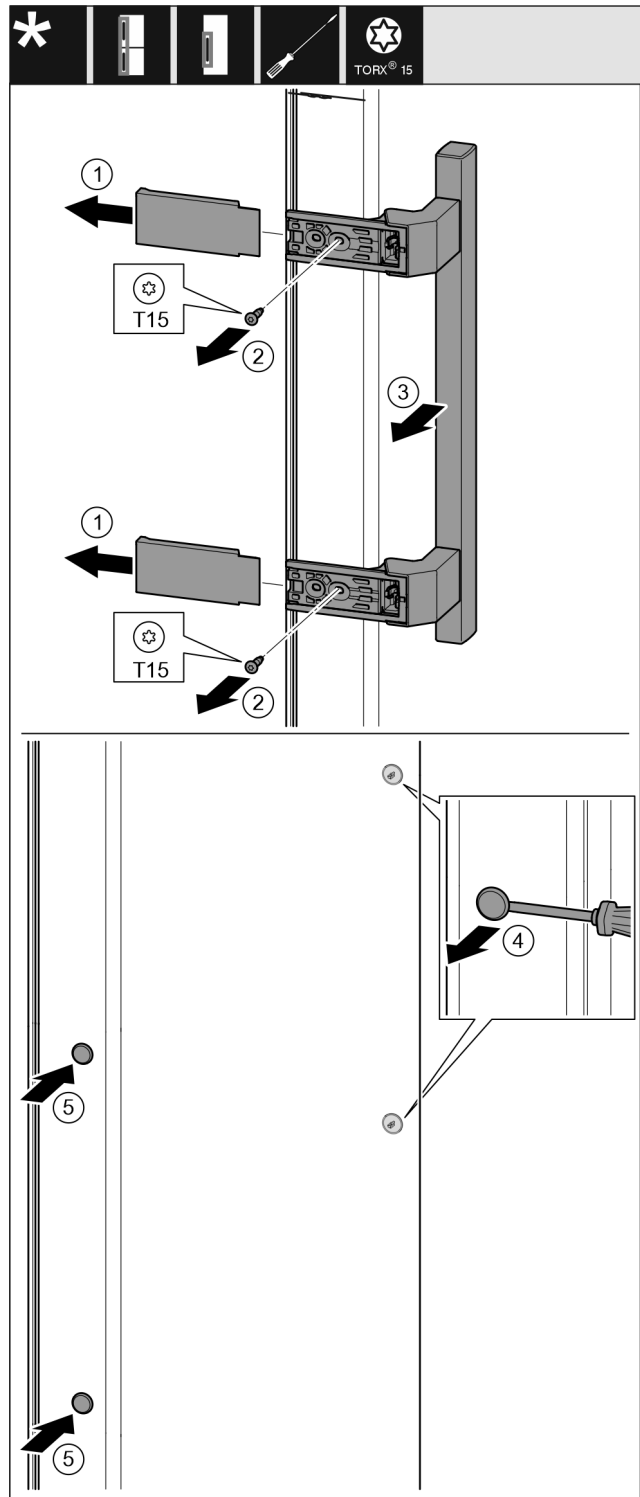

Fig. 20
- ▶ Afdekking eraf trekken. *Fig. 20 (1)*
- ▶ Schroeven met schroevendraaier T15 eruit draaien. *Fig. 20 (2)*
- ▶ Greep eraf halen. *Fig. 20 (3)*
- ▶ Zijdelingse stop voorzichtig met een sleufschroevendraaier optillen en eruit trekken. *Fig. 20 (4)*
- ▶ Stop op de andere kant weer aanbrengen. *Fig. 20 (5)*